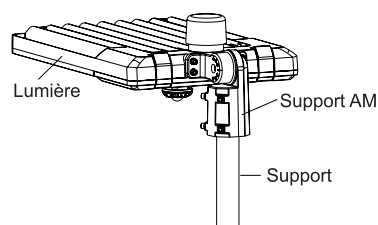

Figure 10
Étape 2 : Placer le support dans le poteau et verrouiller les quatre boulons. (Fig. 10)